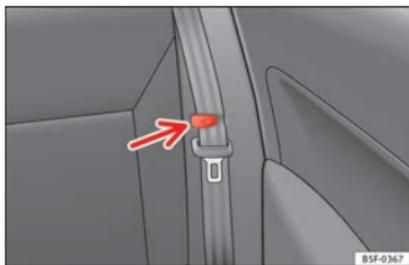

Fig. 109 Morsetto per sostenere la cintura di sicurezza.
- Collocare le cinture di sicurezza laterali nel morsetto del rivestimento » **fig. 109**.